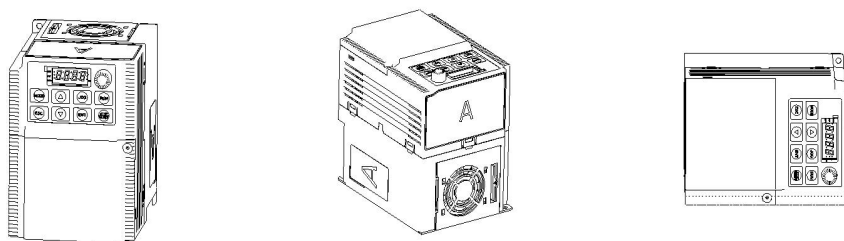

图 4.1 安装方向示意图
- (1) 务必垂直安装变频器，且不能倒置，便于热量向上散发，如图 4.1 所示；